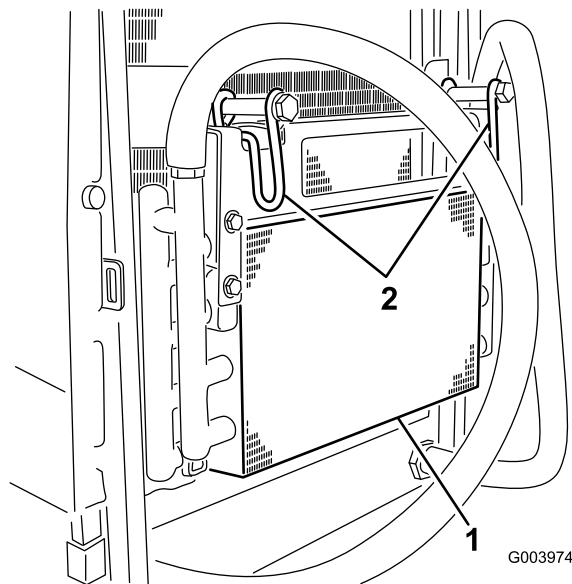

Figura 141
7. Rotiți spre interior cele 2 elemente de fixare ale răcitorului de ulei și înclinați răcitorul de ulei (Figura 141).